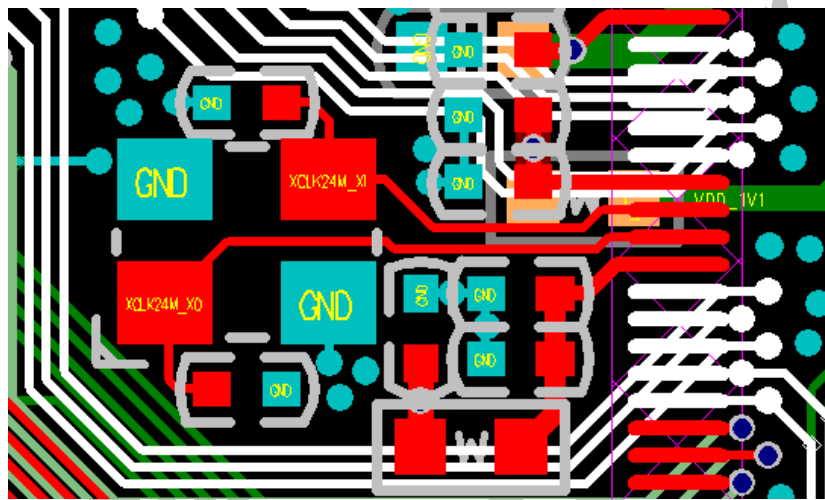

图 2-18 RGB 信号线远离晶振信号图
- 5) RGB 信号线需远离干扰源，如图 2-18 所示。在 AK 芯片 PIN 处需注意远离晶振信号，详细可参考核心板的 Layout 图。